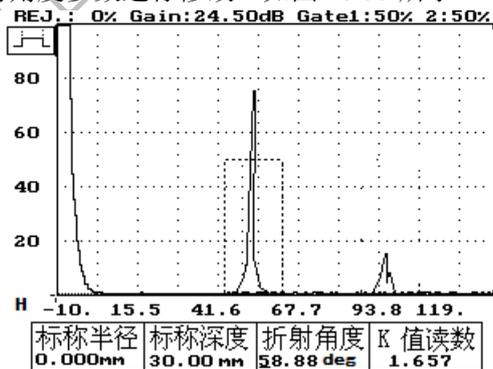

图 18-33
(1)、按进入键——退出折角校准的测试状态，同时在“折射角度”参数下有一“—”光标，提示用户是否对折射角度参数进行修改。如图 18-33 所示。
- 7、按方向键——将虚框移到探头前沿，如图 18-33 所示。